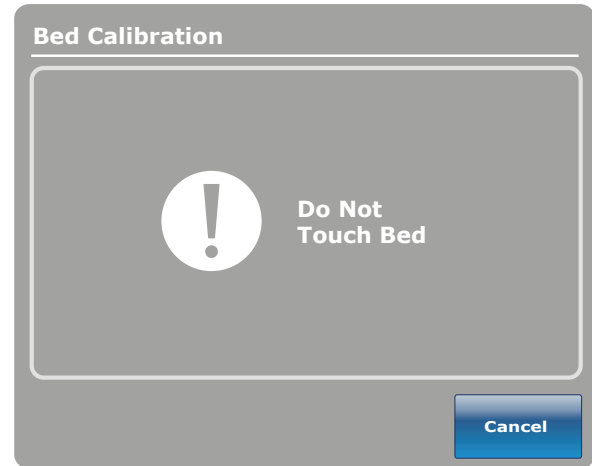

Figura 8: Ecrã “Do Not Touch Bed”
6. Prima o botão  quando terminar. O ecrã “Do Not Touch Bed” (Não tocar na cama) é apresentado conforme mostrado na Figura 8.